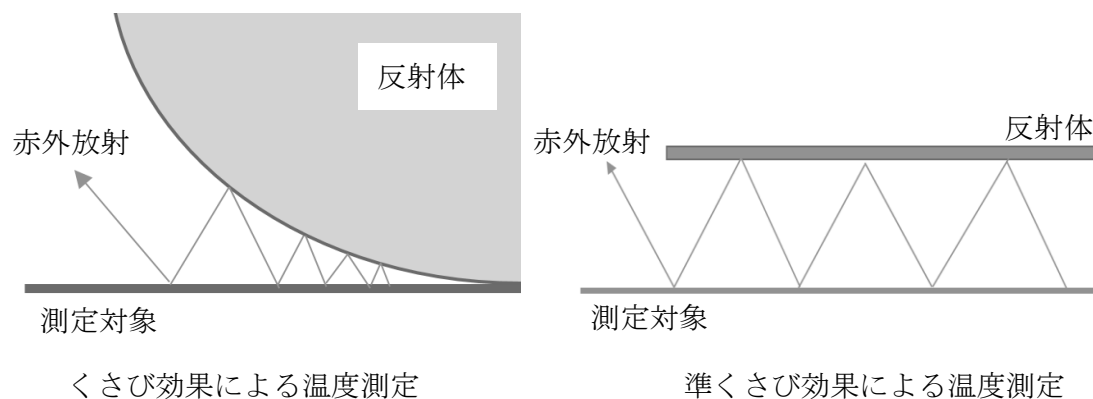

図 1 くさび効果を利用した温度測定例
① くさび効果、準くさび効果を利用した温度測定方法（図 1）